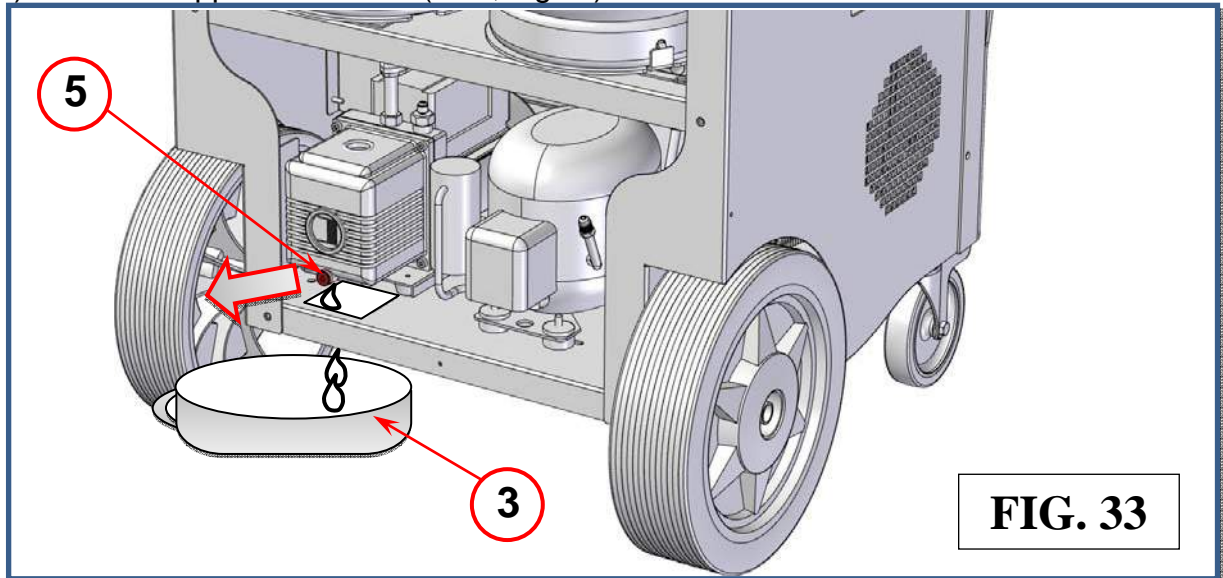

FIG. 33
5) Svitare il tappo di scolo olio (ref 5, Fig.33).
6) Far defluire completamente l'olio in un contenitore (rif 3 Fig.33) (altezza inferiore a 10 cm)